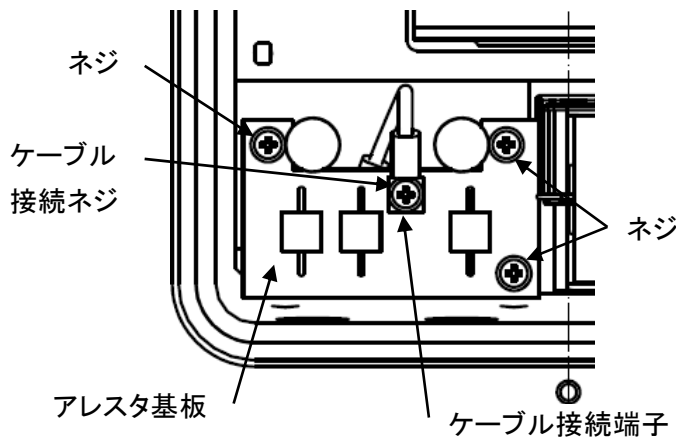

図 7 アレスタ基板取付け状態
手順1 まず、アレスタ基板を取り外します。アレスタ基板はセンサケーブル接続部の上に基板を重ねて設置されていますので、センサケーブルの接続は、一旦アレスタ基板を取り外してから行います。アレスタ基板のネジ(3カ所)とケーブル接続ネジを外して、アレスタ基板を取り外してください。(図7)
注意④ アレスタを十分機能させるため、アレスタ基板の各ネジ（3 ヲ所）とケーブル接続ネジ（1 ヲ所）を全て取り付けてください。(図 7)
注意⑤ アレスタ基板のケーブル接続ネジを強く締め過ぎないでください。ケーブル接続端子が基板から外れる場合があります。ケーブル接続端子のネジの締付けトルクの目安は $0.3 [N \cdot m]$ です。(図 7)